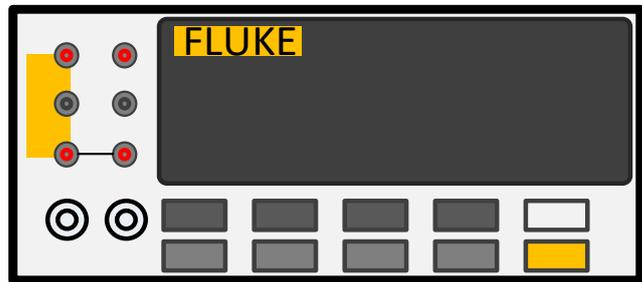

Рис.4
- подключить поверяемые датчики к мультиметру Fluke 8846 (рис.4);